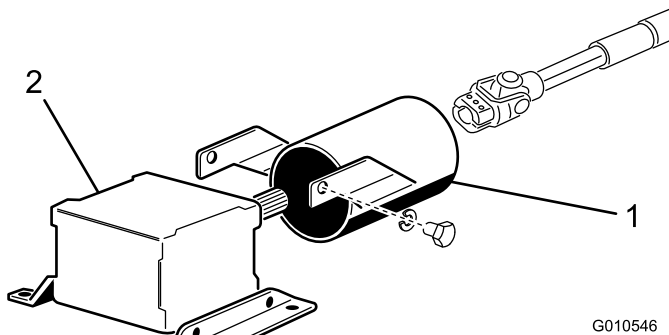

図 8
3. PTO ガード取り付けブラケットをギアボックスに固定しているボルト（2本）とロックワッシャを外す（図 8）。外したねじ類は今後のために保管する。
4. PTO シャフトガードを PTO シャフトに通し、図 8 のように位置決めする。